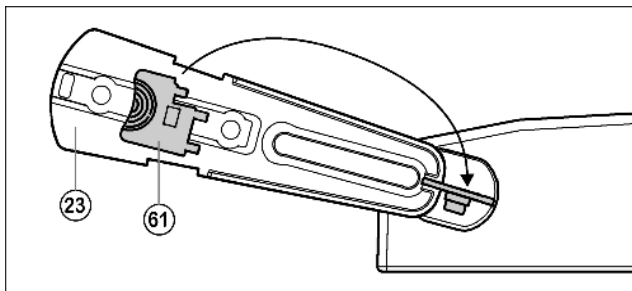

Fig. 12
- ▶ Отсоедините входящий в объем поставки шаблон Fig. 12 (61) от опорного кронштейна и заблокируйте им опорный кронштейн Fig. 12 (23) и втулку от поворота.